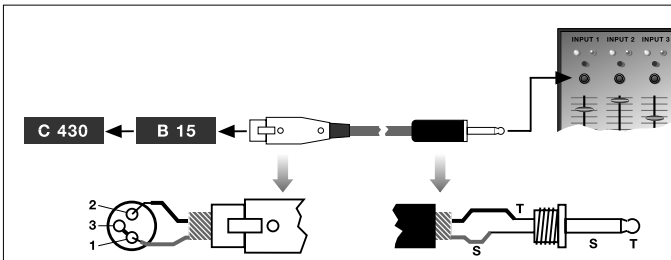

Fig. 2 : Connexion sur une entrée asymétrique
1. Pontez les contacts 1 et 3 de la fiche XLR et reliez-les au blindage du câble. Voir fig. 2.